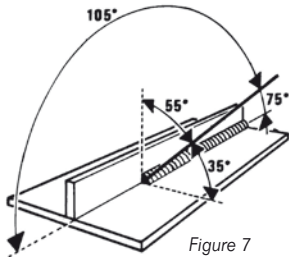

Figure 7
Pour la position de soudage recommandée, voir la figure. 7.
- Pour la position de soudage recommandée, voir la figure. 7.